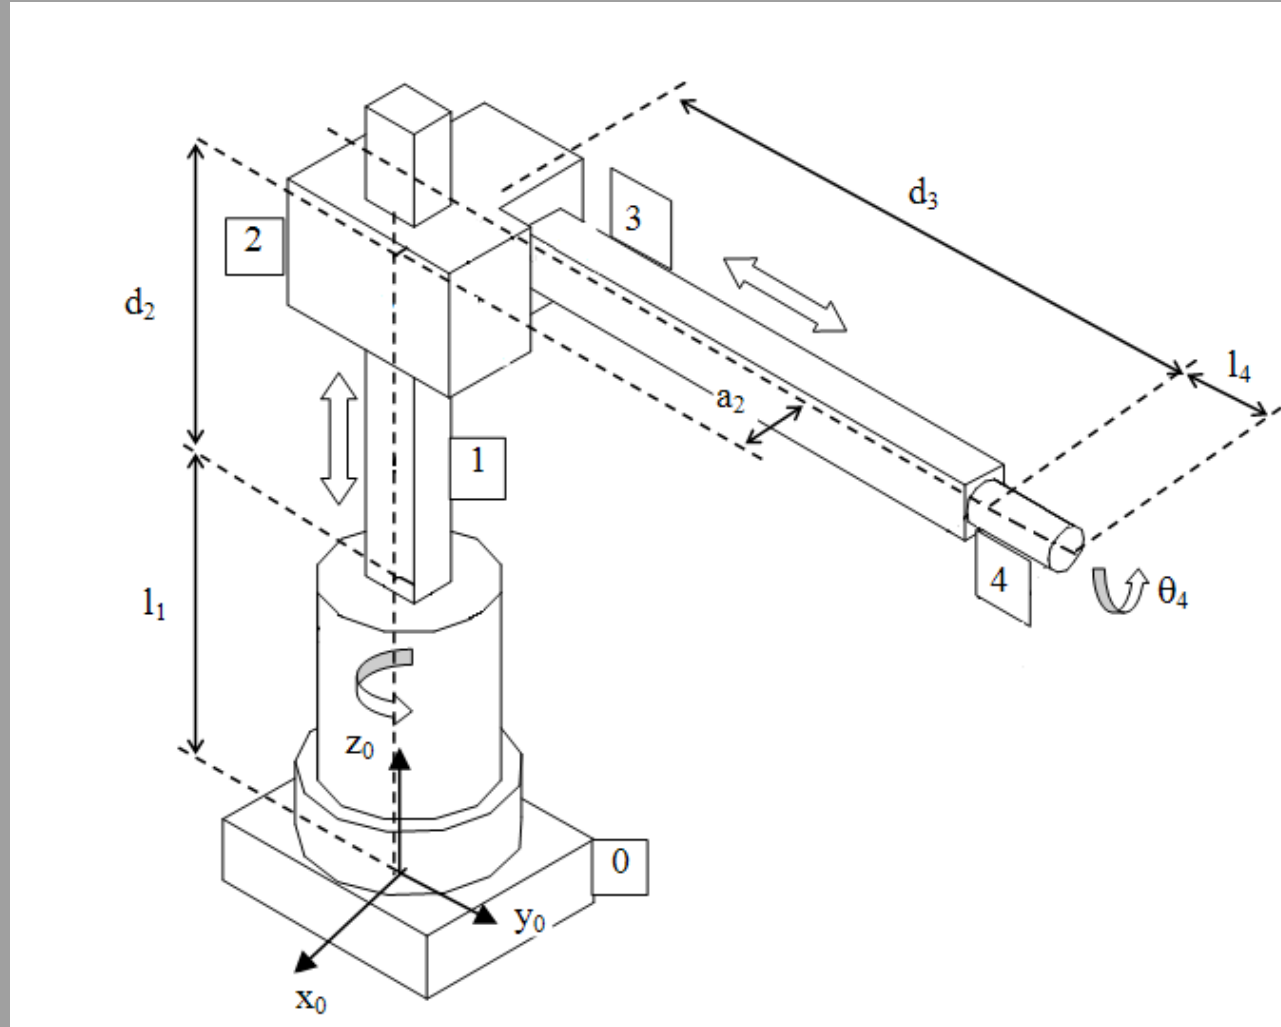

Figura 3. Robot de 4 GDL
2) Realizar una función que calcule la cinemática inversa del robot de la figura 3 y pinte el robot en la posición indicada.